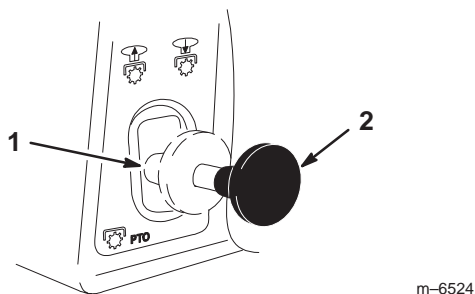

Bild 19
2. Schieben Sie den Zapfwellenantrieb (ZWA) **ein** (Bild 19).
1. Schieben Sie den Zapfwellenantrieb auf **aus** (Bild 19).